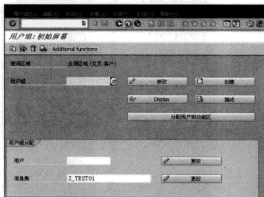

图 12-14 “用户组：初始屏幕”界面
STEP 1 在命令栏中输入“SQ03”命令，进入“用户组：初始屏幕”界面，如图 12-14 所示。